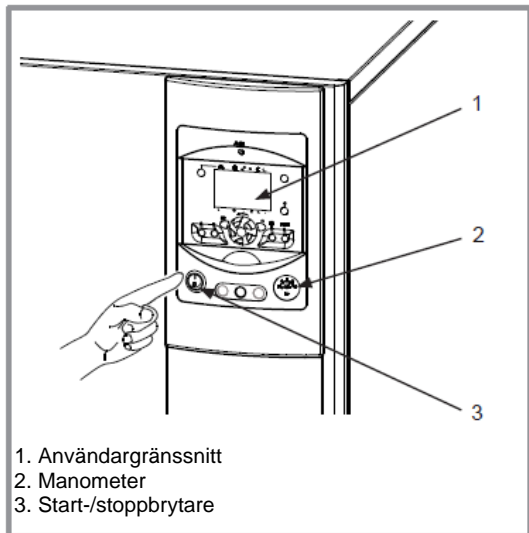

figure 4 - Start-up
- Kontrollera att installationen är helt fylld med vatten och har blivit ordentligt avluftad och att det finns tillräckligt tryck på mellan 1,5 till 2 bar på manometern (ref 2, bild 4).